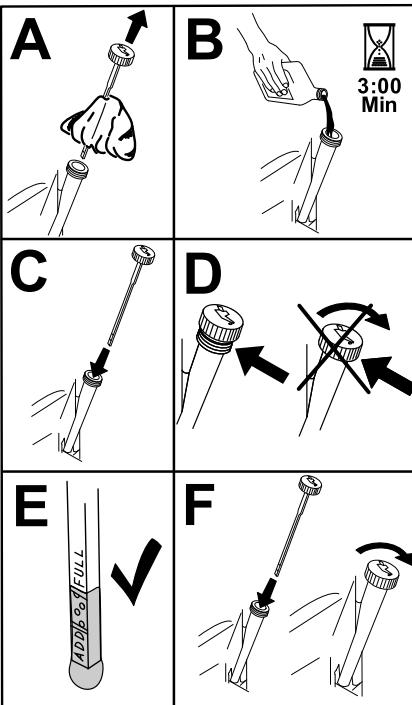

Figure 25
5. Versez lentement environ 80 % de l'huile spécifiée dans le tube de remplissage, puis faites l'appoint lentement pour faire monter le niveau jusqu'au repère maximum (**Full**) (Figure 25).
- Faites le plein du carter moteur avec une huile du type voulu (Figure 25).